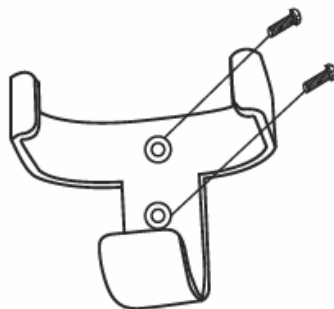

Abb. 10a
1. Wählen Sie eine geeignete Wand zur Befestigung der Fernbedienhalterung mit den 2 Schrauben aus. (Abb. 10a)